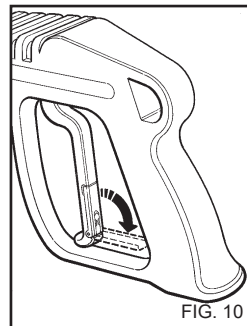

FIG. 10
- Quand le nettoyeur haute pression n'est pas utilisé, fermer le dispositif de sécurité de la poignée (fig. 10).